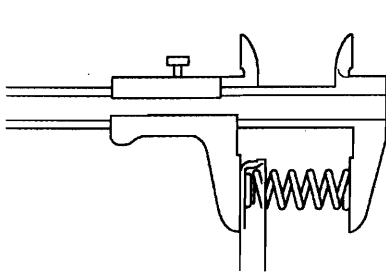

图 12-1-41
(48) 检查制动活塞回位弹簧分总成。如图 12-1-41 所示, 用游标卡尺测量弹簧 (连同弹簧座) 的自由长度, 标准自由长度为 17.05mm。